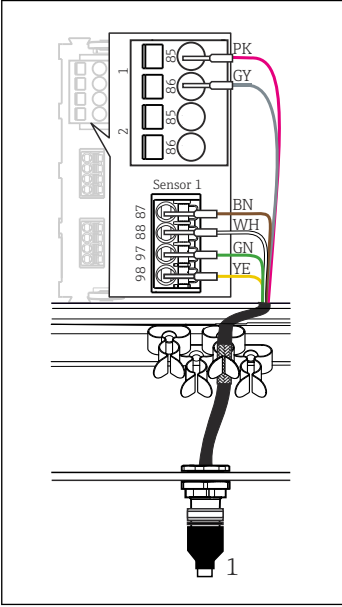

图 4 M12 接头（例如在传感器模块上）
- 将传感器电缆接头（→ 图 4 图号 1）直接连接至 M12 插座。